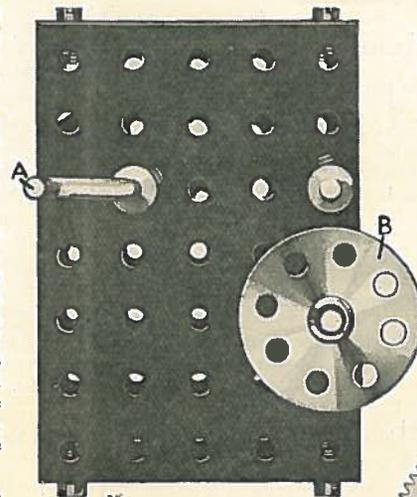

Fig. 78
Al dar vuelta á la manivela A (Fig. 78) se pone en movimiento el árbol que lleva la rueda B, pero resulta que el árbol sigue girando de derecha á izquierda, no importa que el movimiento de la manivela A sea de derecha á izquierda ó viceversa. Los constructores más hábiles hallan muy difícil la explicación de éste fenómeno.
En Fig. 78A se ve claramente el reverso de este modelo, quedando aclarado completamente el misterio. El extremo del Mango de Cigüeña (A. en Fig. 78) se puede ver á (3), mientras que (9) es el árbol accionado que soporta la Rueda con buje B. La palanca (1) y la Manivela de campana simple (2) giran libremente alrededor del Mango de Cigüeña (3), pero se sostienen en posición merced á un Collar (4). Pernos pivotantes (5) y (6) pasan por la Manivela de campana y se fijan mediante tornillos de presión de Piñones de 12 m.m. Los pernos pueden girar libremente. Los Piñones engranan todo el tiempo con una Rueda Dentada de 57 dientes que se encuentra establecida en el árbol (3). Al dar vuelta al Mango de Cigüeña de derecha á izquierda, la palanca (1) y la Manivela de campana (2) mueven alrededor del punto (3) hasta que el Piñón situado en el perno (6) entra en juego con otra Rueda Dentada de 57 dientes (8) que se halla en el árbol accionado (9). En esta posición el árbol (9) gira en la misma dirección que la Manivela (3).